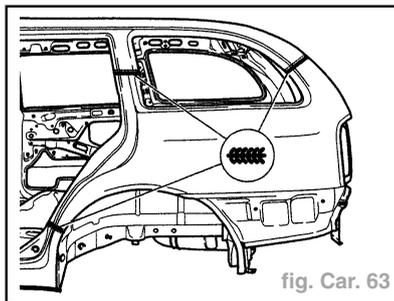

fig. Car. 63
- Souder les lignes de découpe, soudure pleine SG (fig. Car. 63).